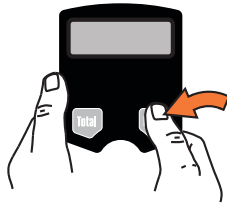

**ABB. 13**
c. Drücken Sie die Zurücksetzen Taste und halten Sie diese erneut niedergedrückt, um das Kalibrierungsmenü anzuzeigen. Wenn dieses Menü angezeigt wird, blinkt CAL auf dem Bildschirm (ABB. 13).
**Kalibrierung (ABB. 13)**